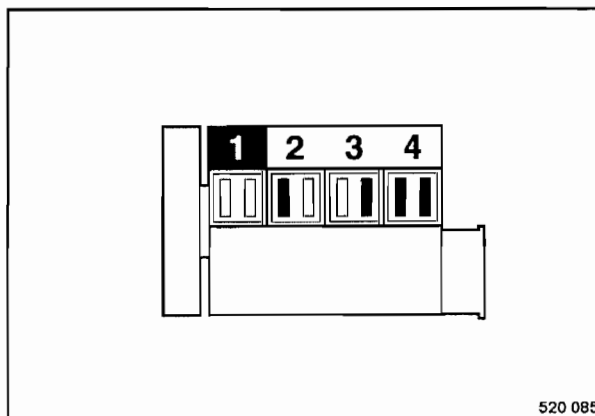

Fig. 81
- Girar el motor con el arrancador hasta ambas válvulas "solapan" en el cilindro 1 (Fig. 81).
Las válvulas marcadas en negro (Fig. 81) se pueden comprobar y ajustar.